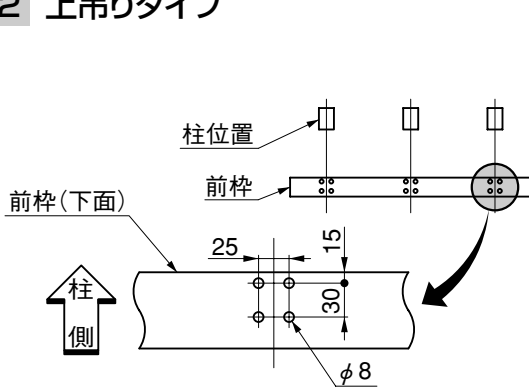

図3-2
❶ 現場にて、前枠下面にφ8の穴をあけてください。(図3-2)